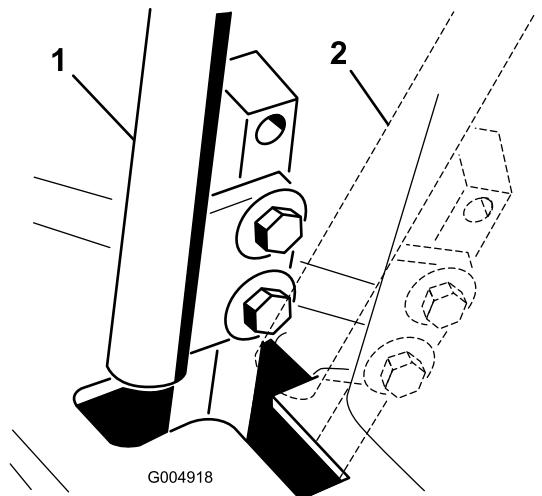

Figura 57
4. Mettete la leva di controllo in folle **senza bloccarla** (Figura 57).
6. Controllate dove la leva di controllo corrisponde alla tacca nella consolle (Figura 57).